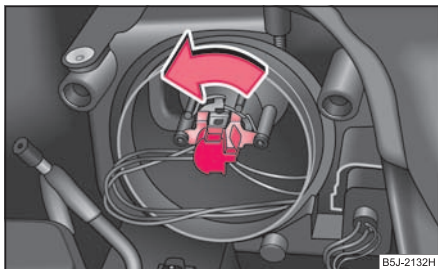

Fig. 209 Dépose de l'ampoule pour feu de croisement et feu de route
- Sur un phare avec module (ampoule halogène H7), ⇒ **fig. 209**, faire tourner la fiche avec l'ampoule halogène à fond vers la gauche et la sortir.